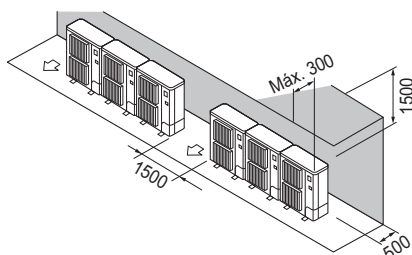

Fig. 3-12
- ② Obstáculos sólo en la parte trasera y superior (Fig. 3-12)